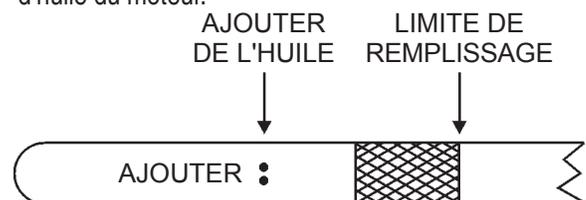

Figure 9. Jauge d'huile moteur
3. Si le niveau d'huile est bas, remplir jusqu'à travers du trou de remplissage d'huile. **NE PAS** trop remplir. Remplir jusqu'à un niveau de fonctionnement normal comme indiqué par la jauge. S'assurer que le niveau d'huile est maintenu entre les deux encoches comme illustré dans Figure 9. Remplir avec le type d'huile recommandé comme indiqué dans le Tableau 4. Voir Tableau 2 pour la capacité de remplissage d'huile du moteur.